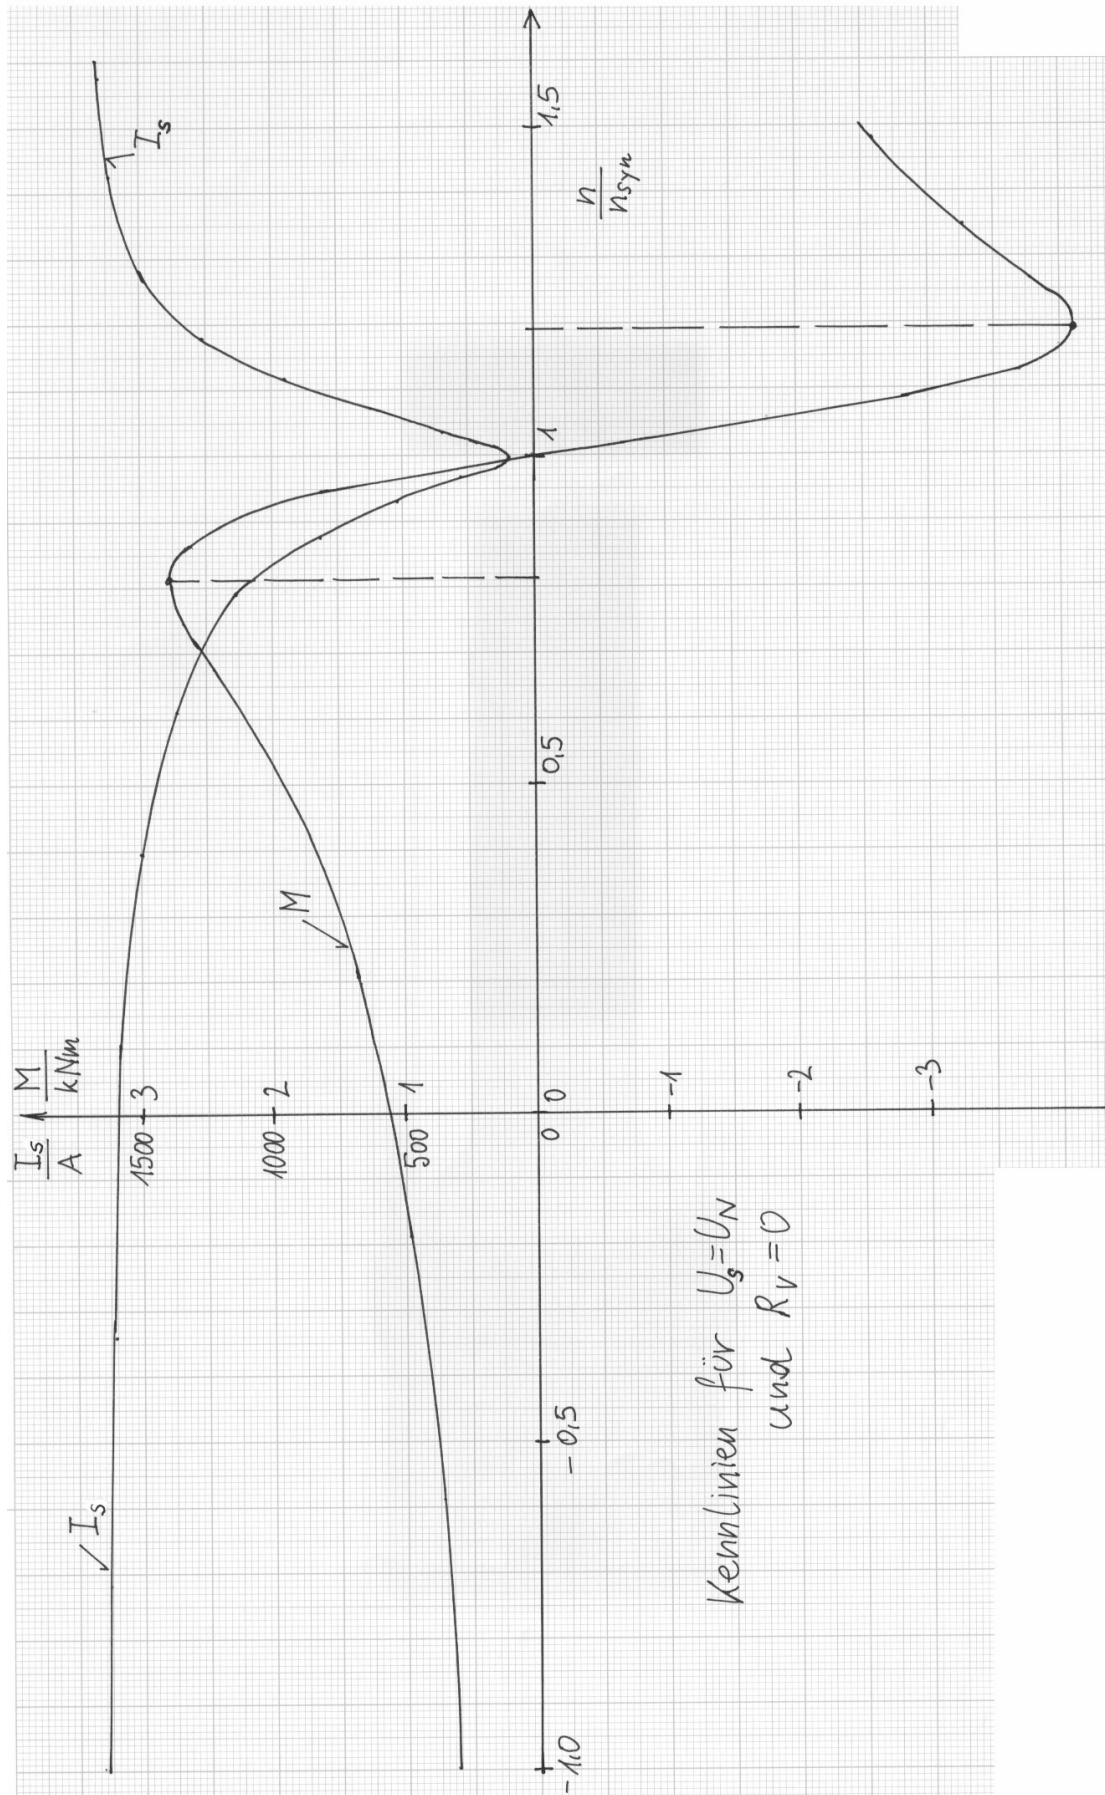

Bild 2.9-3: Gemessene Kennlinie $M = f(n/n_{syn})$ und $I_s = f(n/n_{syn})$ für Läuferkurzschluss bei Nennspannung
Auf beiliegendem Kurvenblatt Bild 2.9-3 sind die gemessenen Kennlinien $M = f(n/n_{syn})$ und $I_s = f(n/n_{syn})$ gegeben.
1) $M_1 = 2.5 \text{ kNm}$ ist laut Bild 2.9-3 bei Schlupf $s_1 = 0.12$ and $s_2 = 0.3$ zu finden. Mit $s_1 = 0.12$ als gewähltem Startschlupf zum genannten Anfahrmoment, nimmt das Beschleunigungsmoment für $0 < s < 1$ stetig vom Startwert $M_1 = 2.5 \text{ kNm}$ ab, während für $s_2 = 0.3$ das Moment bis M_b zunimmt! Anfahren ist dadurch schneller und kräftiger, weswegen $s_2 = 0.3$ gewählt wird.
2) Anzugsstrom I_{s1} : laut Bild 2.9-3 ist $I_s(s_2 = 0.3) = \underline{\underline{1250 \text{ A}}}$.
3) $I_{sN} = 264 \text{ A} \rightarrow s_N = 3\%$ gemäß der Kurve in Bild 2.9-3.
mit $R_v = 0.033 \Omega$: $s = 0.58$ Bremsmoment: $M(s = 0.58) = M_{brems} = \underline{1700 \text{ Nm}}$ nach Bild 2.9-3.
5) Bild 2.9-3 ergibt bei $s_N = 3\% \rightarrow M_N \approx 900 \text{ Nm}$! Mechanische Ausgangsleistung ist nur um die Verluste kleiner als die elektrische Eingangsleistung.